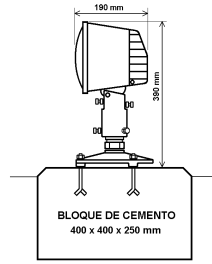

FIG 1
- A nivel del suelo con anillo de ruptura sobre plato base (Fig. 1).